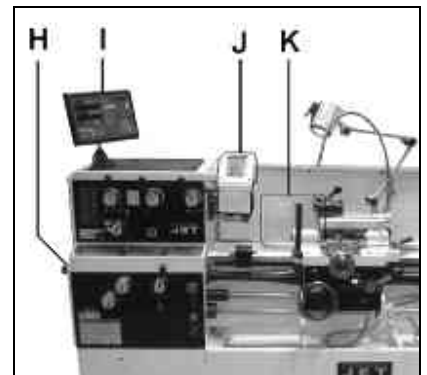

Fig 2-2
Sowohl der Räderdeckel (H, Fig 2-2) als auch der Futterschutz (J) sind mit Endscharter überwacht. Um die Maschine zu starten müssen beide geschlossen sein.